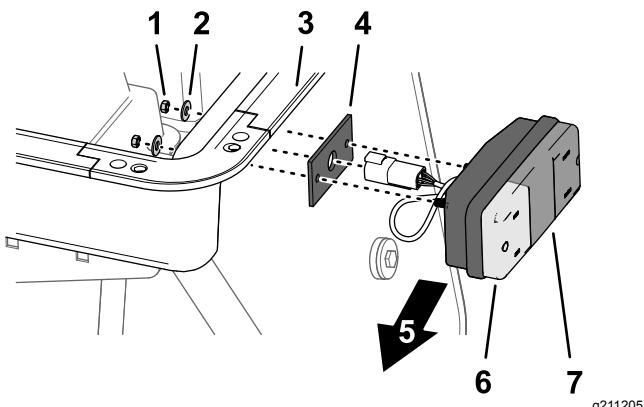

Figura 34
2. Coloque la junta ovalada sobre el conector del intermitente/luz de advertencia delantero con el papel protector del lado del adhesivo de la junta ovalada alejado del cuerpo de la luz (Figura 34).
3. Coloque el lado adhesivo de la junta junto al guarnecido, alinee los taladros de la junta con los taladros del guarnecido y aplique la junta al guarnecido. (Figura 34).
espárragos de la luz trasera por los orificios pequeños (Figura 34).
6. Sujete la luz trasera al guarnecido con 2 tuercas (5 mm) y 2 arandelas (5 mm), y apriete las tuercas a mano (Figura 34).